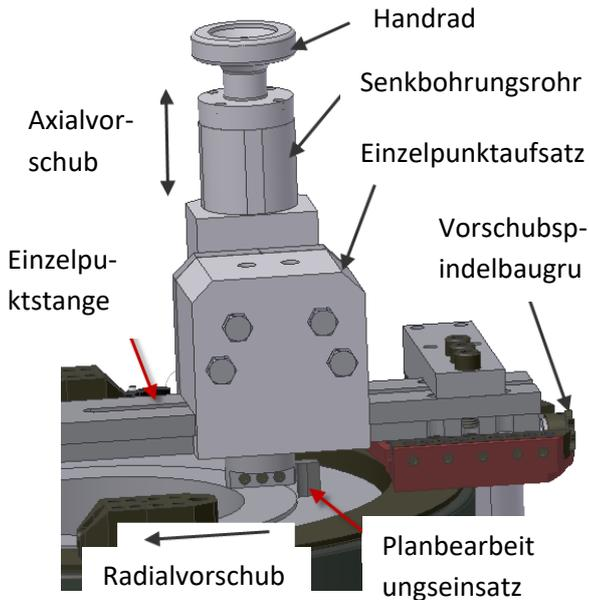

Abbildung 14
1. Die Clamshell am Werkstück zurichten und zentrieren. Den Auslösestift ausrücken. Die Kappe von den Werkzeugblöcken an beiden Schieberbaugruppen entfernen. Die Vorschubspindelbaugruppe von einer Schieberbaugruppe entfernen. Den Schwenkkopfaufsatz an den Werkzeugblock schrauben, wobei das geschlitzte Ende der Stange zur Schieberbaugruppe zeigt, die die Vorschubspindelbaugruppe aufweist (siehe Abb. 14).
2. Den Plandreheinsatz in die Bohrstange einführen. Die Schneidseite des Einsatzes sollte den Stellschrauben in der Stange zugewandt sein (siehe Abb. 14). Die Höhe des Senkbohrungsrohres einstellen und arretieren. Den Einzelpunktaufsatz in Position entlang der Stange schieben und zum Arretieren die 2 Stellschrauben anziehen. Das Senkbohrungsrohr in den gewünschten Winkel neigen und, durch Anziehen der 4 Sechskantschrauben am Einzelpunktaufsatz, arretieren. Unter Verwendung des Sternradschlüssels und des Handrads den Werkzeugeinsatz am Rand der Außenwand des Flansches radial und axial positionieren. Den Motor installieren.